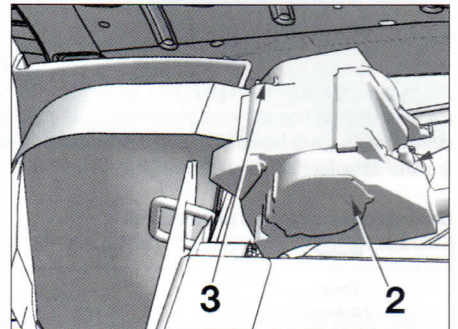

FIG. 29
Desconectar el cinturón pirotécnico (3) (fig. 29)